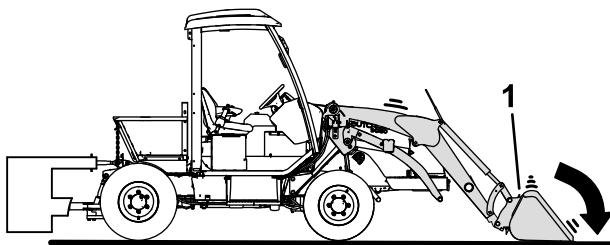

図 46
- バケットをわずかに前方に倒して各ローダアームのラッチに掛かっている力を抜いてから、ローダアタッチメントを地表面に降ろす図 46。